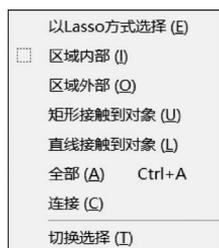

图 3.8 “选择”子菜单
(1) 用鼠标选择单个电路原理图元件。把光标移到电路原理图元件上,单击,即可选中该电路原理图元件。
(2) 用鼠标选择多个电路原理图元件。按下鼠标左键,拖出一个矩形框,框住要选择的多个电路原理图元件,松开鼠标左键,即可选中多个电路原理图元件。
(3) 用菜单命令选择。在电路原理图编辑器中,选择“编辑”→“选择”选项,弹出“选择”子菜单,如图 3.8 所示。在“选择”子菜单中,列举了 8 种选择电路原理图元件的方式。